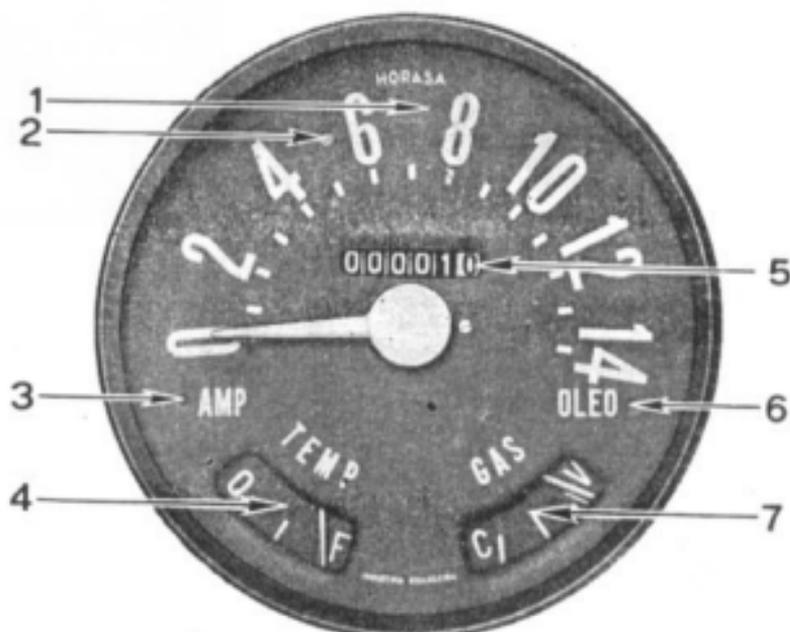
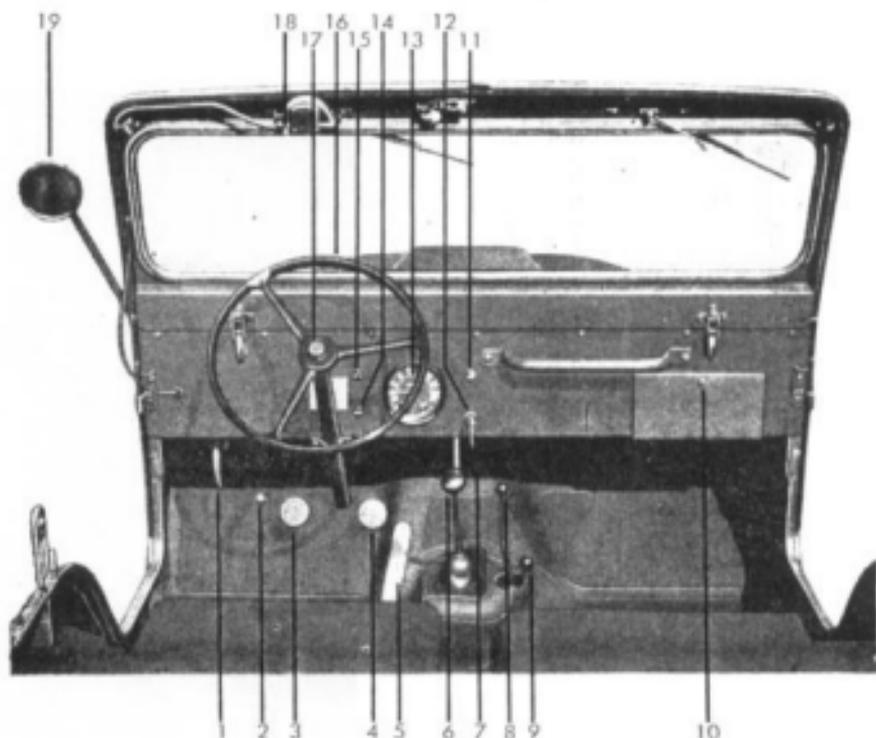

Fig. 6. Instrumentos
Fig. 7. Contrôles do veículo
O mostrador do velocímetro, (Fig. 6), n.º 1, é dividido em graduações de 10 quilômetros por hora. O ponteiro indica a velocidade do veículo. O odômetro, n.º 5, registra o número de quilômetros percorridos, sendo que o último algarismo à direita (de côr diferente) indica décimos de quilômetro.
A lâmpada vermelha, n.º 2, quando acesa, indica que os faróis estão com luz "alta". Veja "comutador de luz alta e baixa" na fig. 7, n.º 2.
O interruptor de luzes, fig. 7, n.º 11, é do tipo de puxar. Quando o botão está introduzido em todo o seu curso, todas as luzes estão apagadas. Puxado até a primeira posição, acende as lanternas dianteiras e traseira; puxado até a segunda posição acende os faróis, apagando as lanternas dianteiras. A luz do grupo de instrumentos no painel, fica acesa em qualquer das duas posições.
O botão, fig. 7, n.º 2, para o movimento de luz alta e baixa está localizado no assoalho, à esquerda do pedal da embreagem. As luzes alta e baixa, podem ser alternadas, de acordo com as necessidades, pressionando-se o botão com o pé. Uma luz vermelha fig. 6, n.º 2, no painel de instrumentos ficará acesa quando a luz alta estiver sendo usada pelos faróis.
A buzina é operada premindo-se o botão, fig. 7, n.º 17, localizado no centro do volante da direção.
O freio de estacionamento é operado acionando-se o puxador, fig. 7, n.º 1, localizado em baixo do painel, no lado esquerdo. Para soltar o freio, gire o puxador um quarto de volta para a direita e deixe-o retornar à posição original.
Partida do Motor. Para dar partida ao motor, depois de ligada a chave de ignição coloque a alavanca de mudanças de velocidade, fig. 7, n.º 6, em ponto morto. Ponha a alavanca da caixa de transmissão múltipla (transferência) última da direita, fig. 7, n.º 9, na posição "direta", isto é, puxada para trás, e desligue o eixo da tração dianteira, empurrando para a frente a respectiva alavanca, para a posição "desligado", fig. 7, n.º 8.
Desembreie, pisando o pedal da embreagem, fig. 7, n.º 3, e gire a chave de ignição ao máximo para a direita, deixando-a voltar à posição "ligado", logo que o motor pegar.
- 1 - Para mudar a tração de duas para quatro rodas, aperte o pedal da embreagem, solte o acelerador e puxe a alavanca esquerda, fig. 7, n.º 8, para trás. Isto liga a tração nas quatro rodas na prise direta da caixa de transmissão múltipla, podendo-se operar o veículo da maneira convencional.